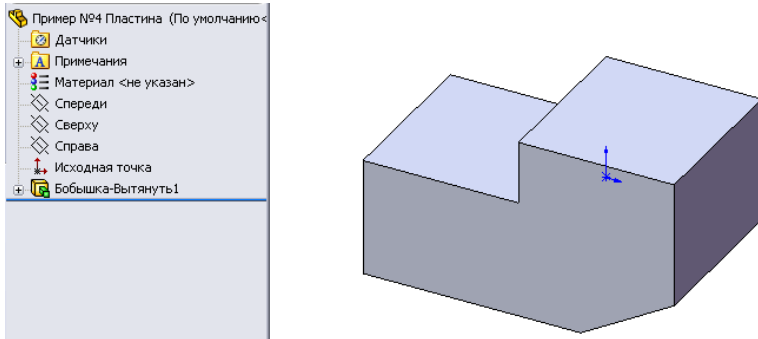

Рисунок 9.58 - Побудована деталь у вигляді призми
2. Побудуємо деталь у вигляді призми. Для цього активізуємо кнопку - «**Вытянутая бобышка/основание**» й витягнемо ескіз на 80 мм (рис. 9.58).